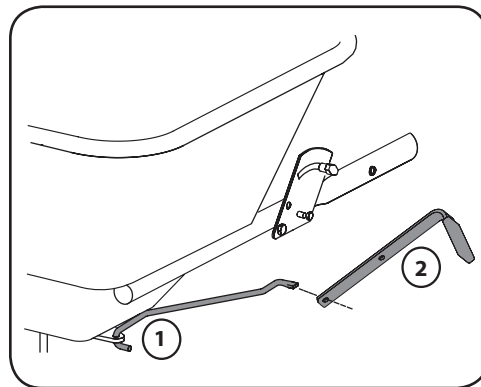

Figure 2-13
- Insérez, du haut vers le bas, la tige de commande (côté crochet) dans la plaque de restriction (sous la trémie). Consultez le no 1 à la Figure 2-13.
- Tournez le manche de commande sur le côté et insérez le côté aplati (angle de 90°) de la tige de commande dans l'orifice inférieur du manche de commande. Consultez le no 2 à la Figure 2-13.